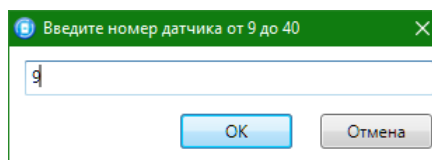

Рис. 4.2. Ввод номера радиоустройства
4. В открывшемся окне укажите номер радиоустройства из числа еще не занятых в нумерации радиоизвещателей и шлейфов. Нажмите кнопку *OK* (рис. 4.2).